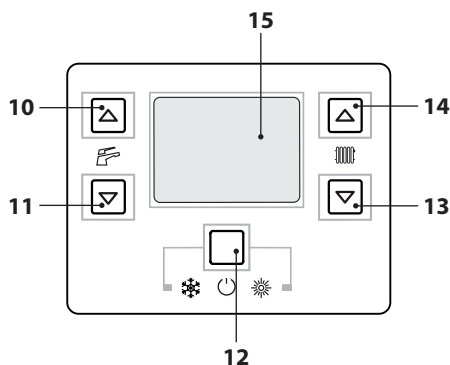
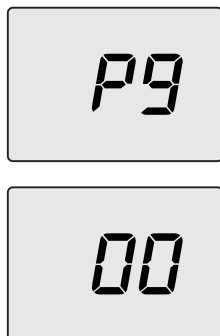
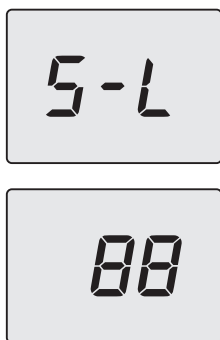

Figura 7.2
Figura 7.4
Figura 7.12
- Entrare in "modalità programmazione" premendo contemporaneamente per 10 secondi i tasti 12-13-14 (Figura 7.2) fino a far apparire sul display LCD le lettere **P01** che si alternano con il valore del parametro, indicanti l'entrata nel "parametro 01" (Figura 7.3).
- Premere il tasto 13 o 14 (Figura 7.2) per scorrere i parametri fino al parametro **P09** e valore del parametro, indicanti l'entrata nel "parametro 09" (spazzacamini, **00** = spazzacamino non attivo) (Figura 7.4).
- Utilizzare i tasti 13 o 14 (Figura 7.2) fino a portarsi allo stato **dP** (spazzacamino attivo in massimo sanitario) e premere il tasto 12 per confermare. Sul display appare **dP** alternato alla temperatura massima in sanitario.
- Entrare in "modalità programmazione" premendo contemporaneamente per 10 secondi i tasti 12-13-14 (Figura 7.2) fino a far apparire sul display LCD le lettere **P01** che si alternano con il valore del parametro, indicando l'entrata nel "parametro 01" (Figura 7.3).
- Premere il tasto 14 (Figura 7.2) per scorrere i parametri fino al parametro **P09** (spazzacamini) (Figura 7.4).
- Agire sui tasti 14 o 13 (Figura 7.2) per incrementare o decrementare il valore. Attendere 3 secondi per stabilizzare la pressione del gas quindi leggere il valore sul manometro gas. **Ricordarsi di mantenere l'andamento in salita.**
- Premere il tasto 11 (Figura 7.2) per 5 secondi per memorizzare il valore.
- Premere il tasto 10 (Figura 7.2) per passare alla taratura del minimo gas. Il display visualizza **S-L** alternato al parametro potenza minima assoluta (Figura 7.12).
- Agire sui tasti 14 o 13 (Figura 7.2) per incrementare o decrementare il valore. Attendere 3 secondi per stabilizzare la pressione del gas quindi leggere il valore sul manometro gas. **Ricordarsi di mantenere l'andamento in discesa.**
- Premere il tasto 10 (Figura 7.2) per verificare il valore massimo impostato ed eventualmente correggerlo seguendo la procedura sopra descritta.
- Premere il tasto 10 (Figura 7.2) per verificare il valore minimo impostato ed eventualmente correggerlo seguendo la procedura sopra descritta.